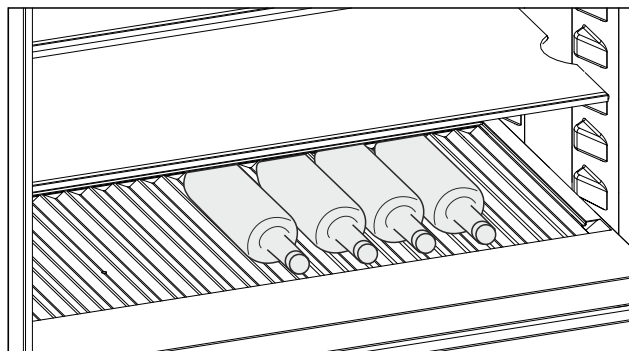

Fig. 207 Ilustrativni primjer
- Stavite boce s dnom prema stražnjoj stijenci hladnjaka. (pogledajte Fig. 207)